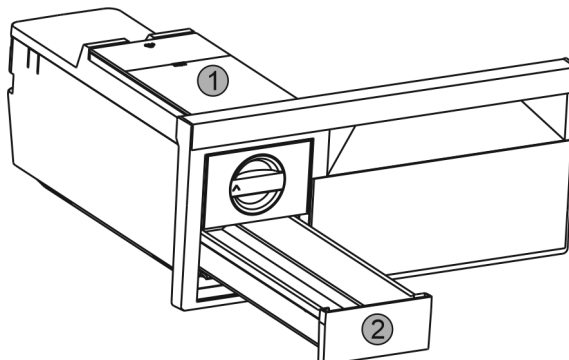

Fig. 35
- ▶ Ta ut vanntanken Fig. 35 (1) og isbitskuffen Fig. 35 (2).